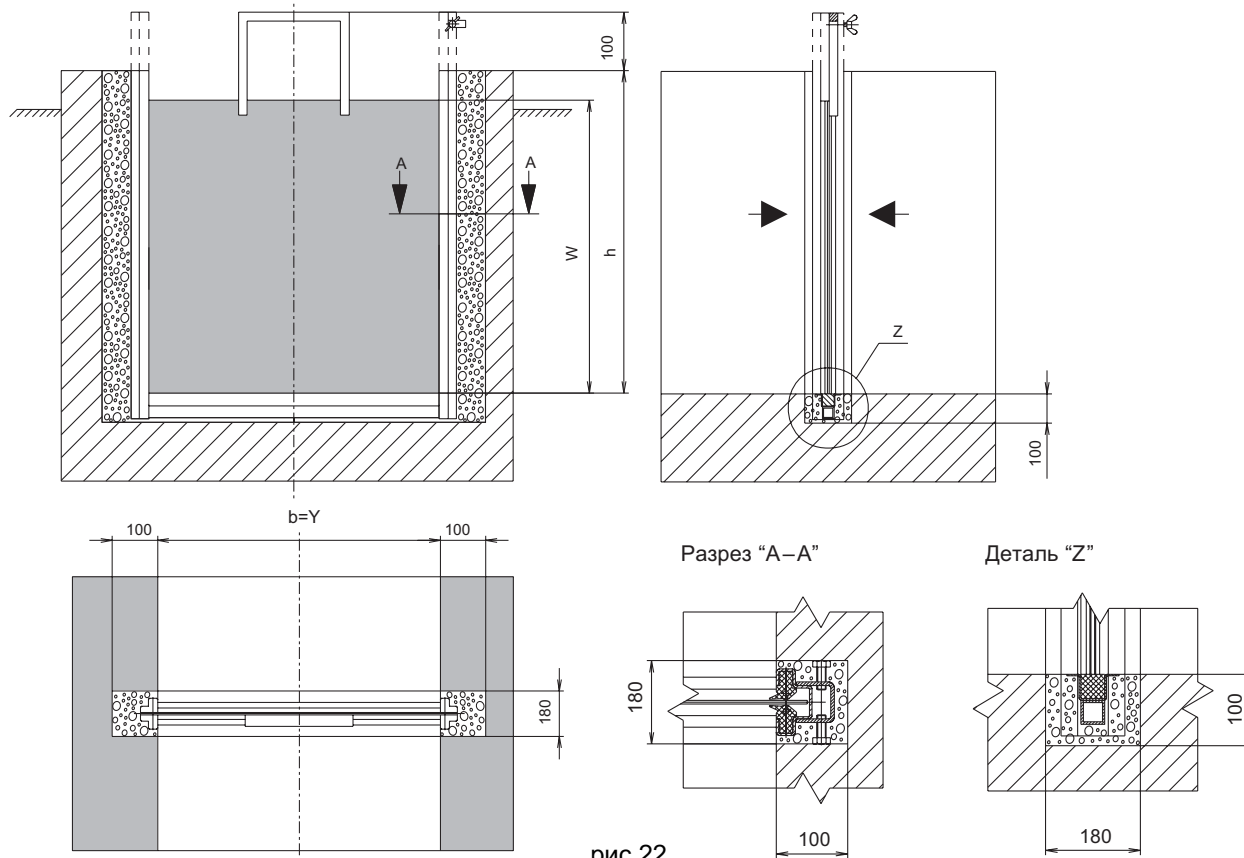

рис.22
- VAG ERI-S EC - для установки в штробу с последующим бетонированием (см.рис.22)